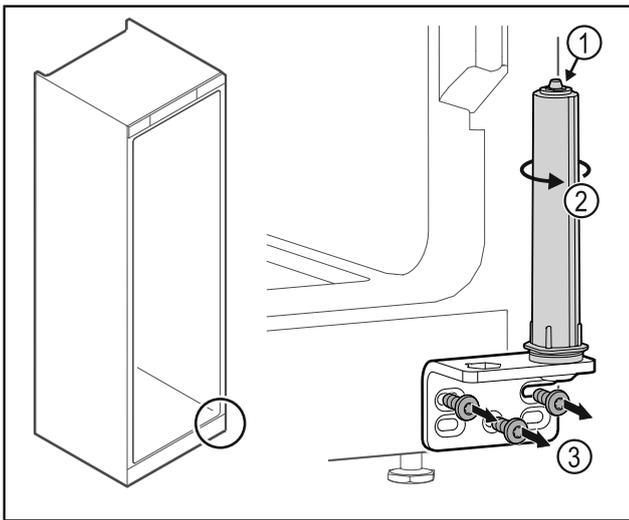

Fig. 34
- Non disassemblare il sistema di chiusura della porta Fig. 34 (1).
- ▶ Ruotare il sistema di chiusura Fig. 34 (2) finché non si innesta con un clic.
- ▶ Svitare la cerniera angolare Fig. 34 (3).